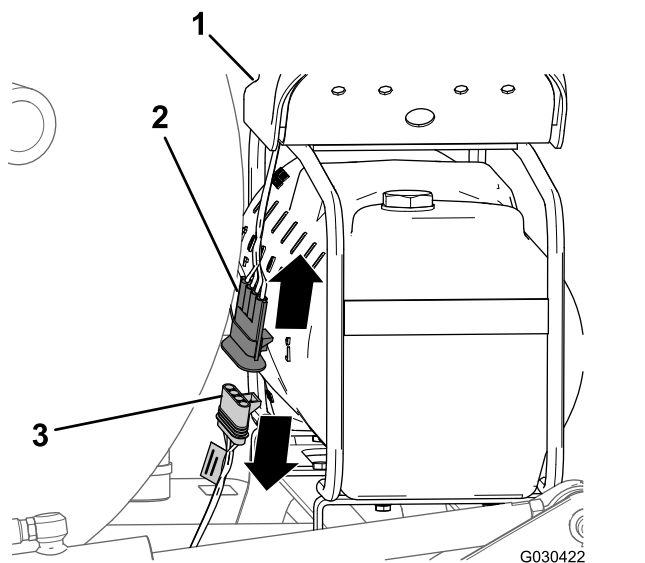

Figura 6
1. Nella parte posteriore del serbatoio del tracciafile schiumogeno, individuate il cablaggio preassemblato nel compressore (Figura 6).
2. Scollegate il connettore a 4 pin del cablaggio del compressore dal connettore a 4 prese del cablaggio preassemblato posteriore della macchina (Figura 6).